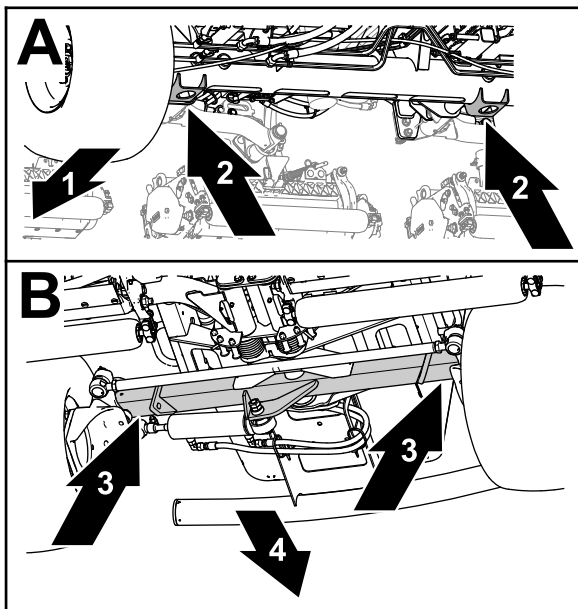

Figura 100
- Frente - os suportes do macaco do tubo do eixo dianteiro (Figura 100).